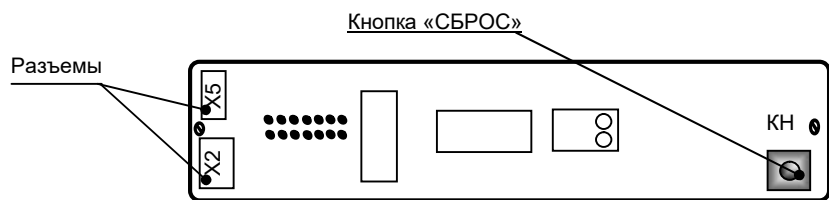

Рис. 8
- Обнулить показания цифрового счетчика: нажать кнопку «СБРОС» КН (рис.8), расположенную на плате индикации панели управления, установленной на крышке рециркулятора.